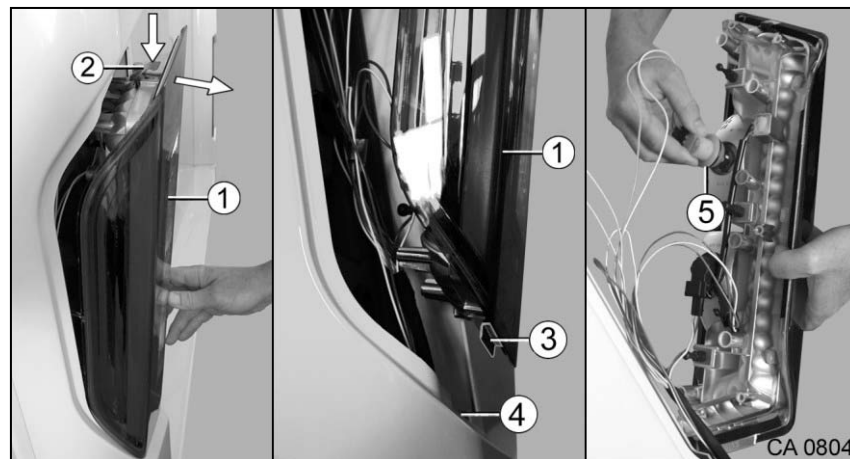

Fig. 178 Remplacement de l'ampoule sur le support de feu arrière
Si, lors du changement d'ampoule sur le support de feu arrière (Fig. 178/1) on travaille avec un outil non approprié ou si le câble est trop sollicité, il y a risque de détérioration.
Ne pas laisser pendre le support de feu arrière (Fig. 178/1) par les câbles !
1. Tirer le support de feu arrière (Fig. 178/1) en haut en dehors jusqu'à ce que le clip de fixation (Fig. 178/2) soit visible.
2. Pousser le clip de fixation (Fig. 178/2) vers le bas tout en sortant encore davantage le support de feu arrière (Fig. 178/1).
3. Soulever le support de feu arrière (Fig. 178/1) et retirer l'entretoise (Fig. 178/3) hors de l'évidement (Fig. 178/4).
4. Enlever prudemment le support de feu arrière (Fig. 178/1), bien le tenir et le déposer dans un endroit approprié.
5. Tirer le culot de lampe (Fig. 178/5) enfiché en dehors et remplacer l'ampoule défectueuse.